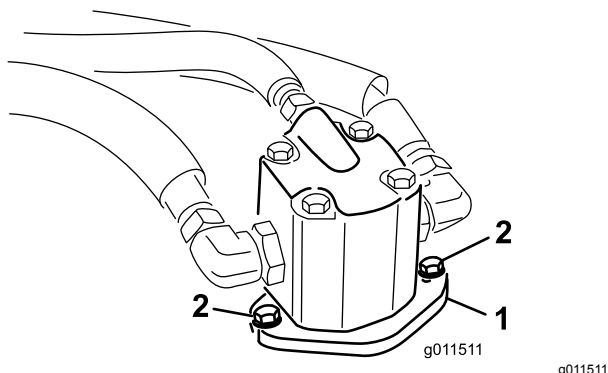

Figura 66
5. Retire os parafusos que fixam o motor hidráulico à unidade de corte (Figura 66).